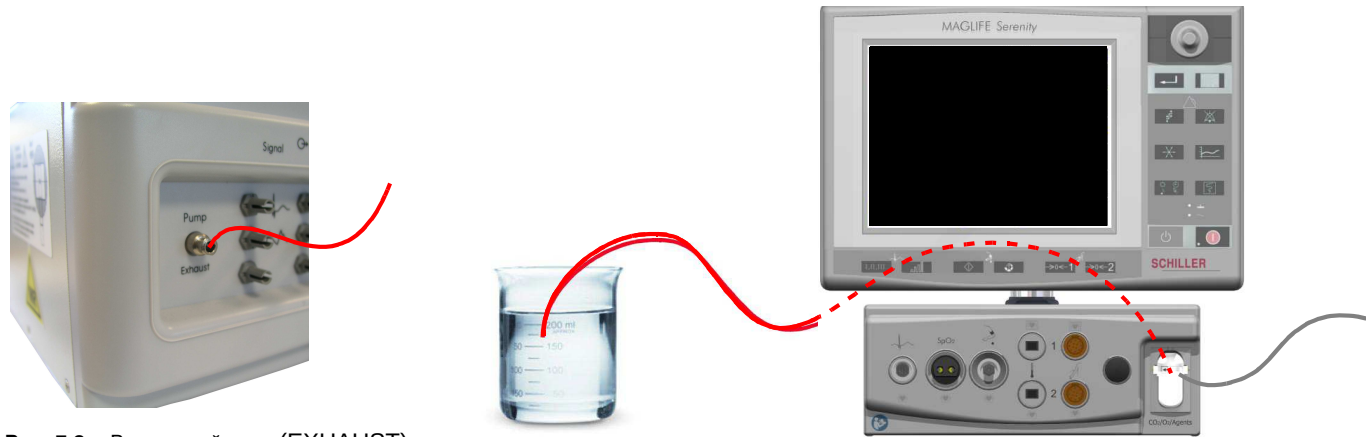

Рис. 7.3 Выхлопной порт (EXHAUST)
- 2. Подсоедините другую пробоотборную трубку к выхлопному порту на задней панели MAGLIFE S (см. Рис. 7.3 'Выхлопной порт (EXHAUST)').